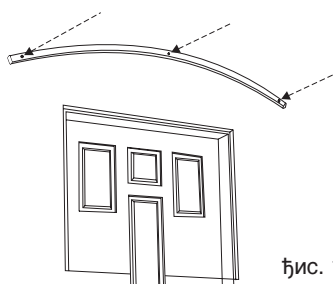

Рис. 1
1. Обозначение монтажных отверстий козырька к стене. Для обозначения монтажных отверстий используем околостенную дугу ①. Приложить дугу к стене и отметить отверстия при помощи сверла диаметром 8 мм. В отмеченных местах необходимо просверлить отверстия диаметром 10 мм и глубиной 120 мм. (Рис.1)
1. Wyznaczenie położenia otworów mocujących daszek do ściany. Do określenia położenia otworów mocujących wykorzystujemy łuk przyścienny ①. Po przyłożeniu łuku do ściany zaznaczyć np. za pomocą wiertła o średnicy 8 mm. W wyznaczonych miejscach należy wywiercić otwory 10mm o głębokości 120mm. (Rys. 1)